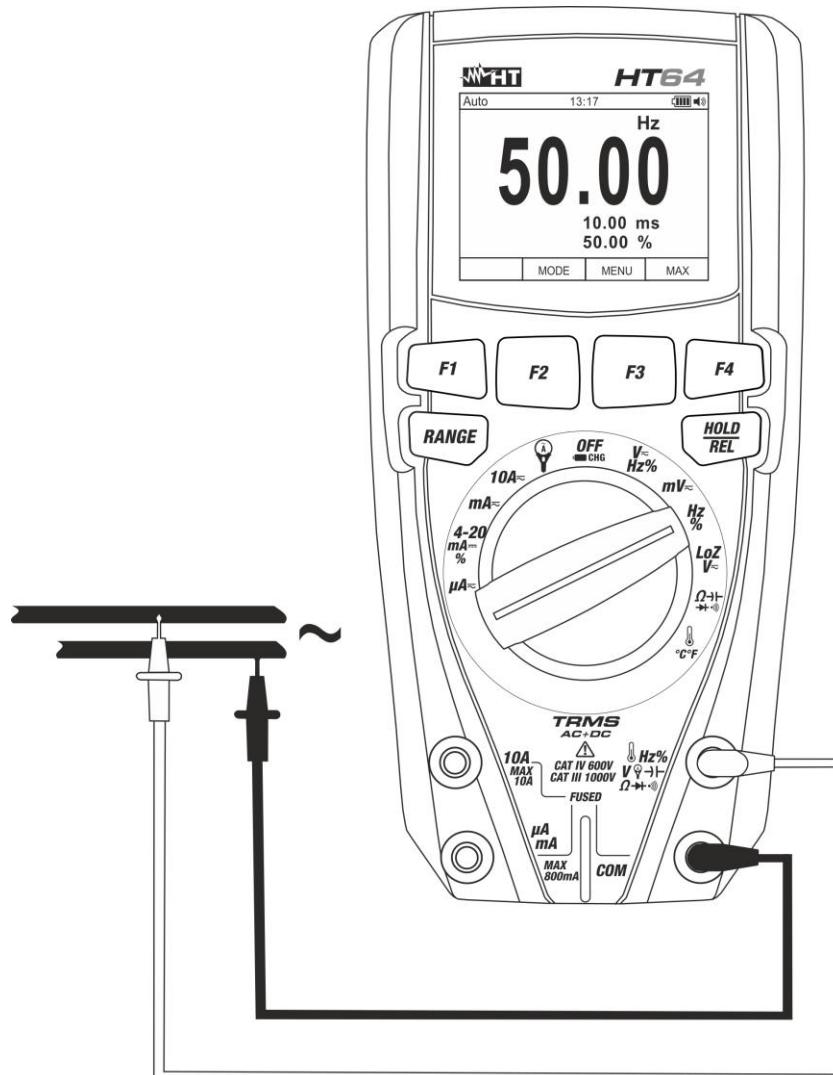

Fig. 25: Utilisation de l'instrument pour la mesure de Fréquence et Duty Cycle
4. Positionner l'embout rouge et l'embout noir dans les points du circuit sous test (voir la Fig. 25). La valeur de fréquence (Hz) ou duty cycle (%) apparaît à l'écran. Le diagramme à barres analogique n'est pas actif dans ces fonctions.